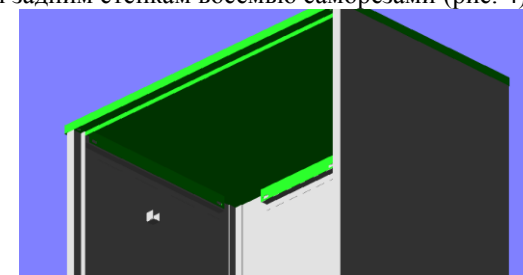

Рис. 4
5. Сверху одевается верхняя панель (крыша) шкафа и крепится к боковым и задним стенкам восемью саморезами (рис. 4).